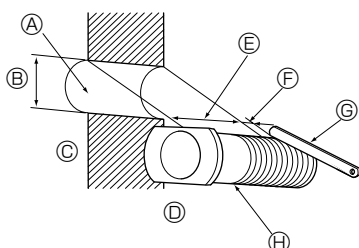

Fig. 3-6
3.4.1. Perçage des trous (Fig. 3-6)
- ① Percez des trous de $\varnothing 65$ ou $\varnothing 75$ mm de diamètre et de 5–7 mm de profondeur environ légèrement inclinés vers le bas et vers l'extérieur de la pièce.
- ② Insérez les manchons d'ouverture murale dans les trous.